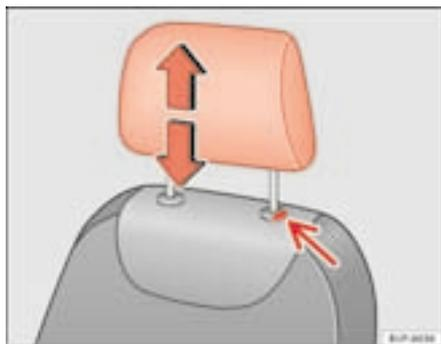

Fig. 89 Regulação ou desmontagem dos encostos de cabeça
- Premir o botão ⇒ fig. 89 (seta).